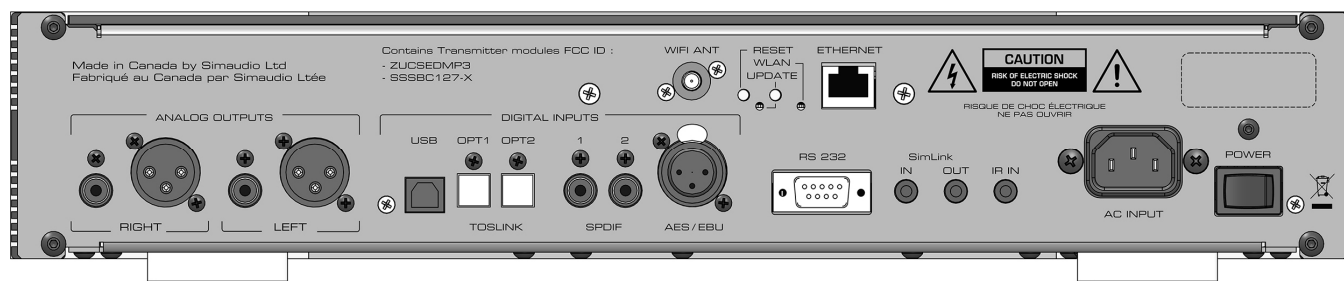

Figure 2 : Panneau arrière du **Néo 280D**
Le panneau arrière est présenté à la Figure 2 (ci-dessus). Sur le côté gauche se trouvent deux (2) paires de sorties analogiques marquées « Right » (droite) et « Left » (gauche), chacune avec un connecteur asymétrique RCA et balancé (XLR) correspondant. Ces sorties fixes ont été conçues pour être raccordées à une entrée de ligne sur un préamplificateur ou un amplificateur intégré. Il est fortement recommandé d'utiliser les connecteurs balancés (XLR) pour des performances optimales. N'hésitez pas à utiliser des câbles de bonne qualité*. Une mauvaise connexion dégradera les performances sonores de votre chaîne audio.